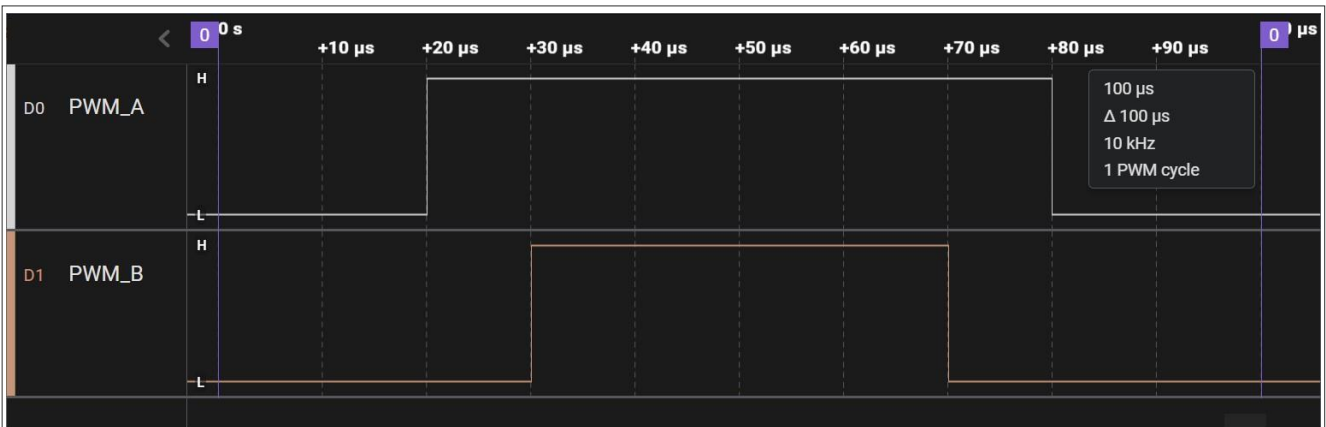

图29. 中心对齐PWM波形
- PWM_A和PWM_B分别以60%和40%的占空比在中心对齐PWM模式下工作, 如图29所示。